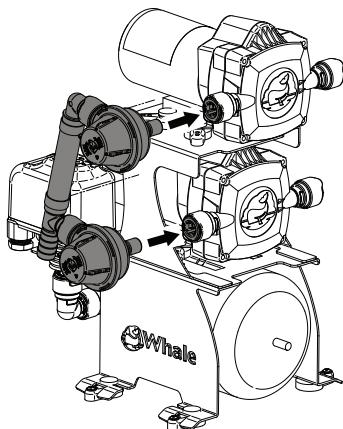
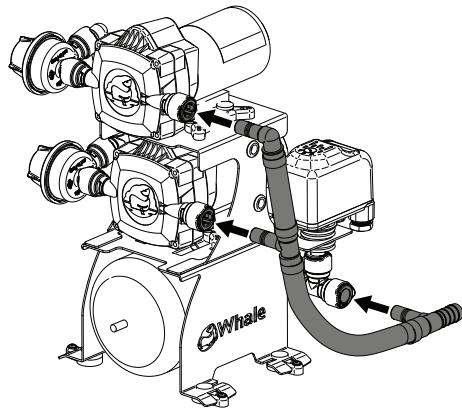

Figura 5a Attacco dell'entrata
Figura 5b Attacco dell'uscita
7. Istruzioni per l'installazione	Figura 5A
8. Manutenzione	Figura 5B
Attaccare le tubazioni di entrata al lato di entrata delle pompe (figura 5a). Assicurarsi di sentire un doppio clic nei 2 raccordi a connessione rapida. Attaccare le tubazioni di uscita al lato di uscita delle pompe (figura 5b). Assicurarsi di sentire un doppio clic nei 3 raccordi a connessione rapida.